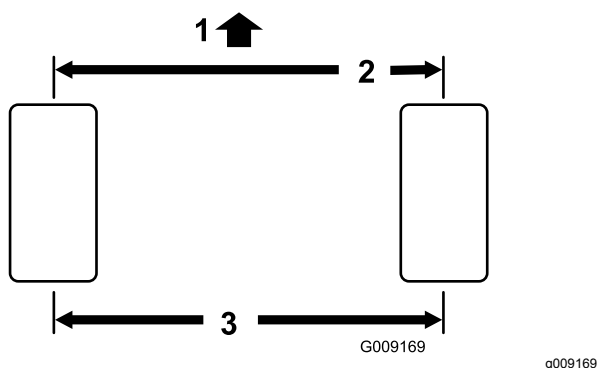

Bild 48
1. Messen Sie den Abstand vorne und hinten an den Lenkreifen Mitte-zu-Mitte (auf Achshöhe). Der vordere Wert darf höchstens um 3 mm geringer sein als der hintere (Bild 48).